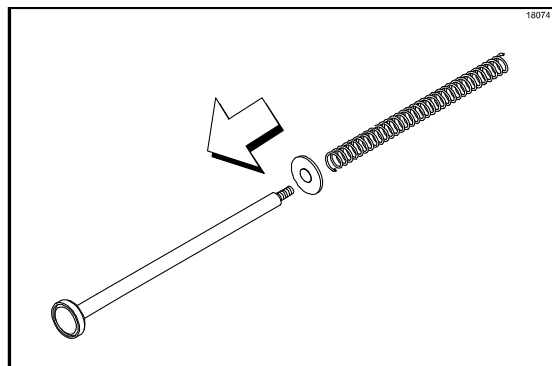

Рисунок 88
3. Установите шайбу и пружину на узел плунжера. (См. рис. 88)